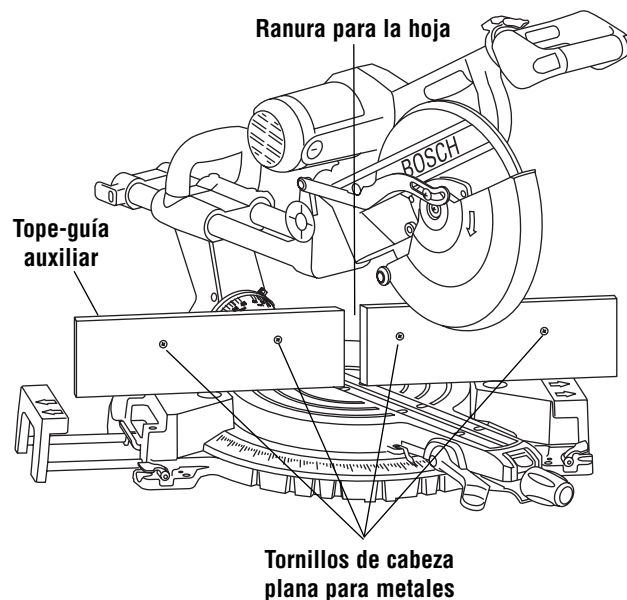

Figura 22. Tope-guía auxiliar
1. Coloque un pedazo de madera contra el tope-guía de la sierra para cortar ingletes (Figura 22). (La madera puede tener una altura máxima de 4-1/2". Compruebe que el ensamblaje del cabezal no interfiera con el tope-guía auxiliar.)